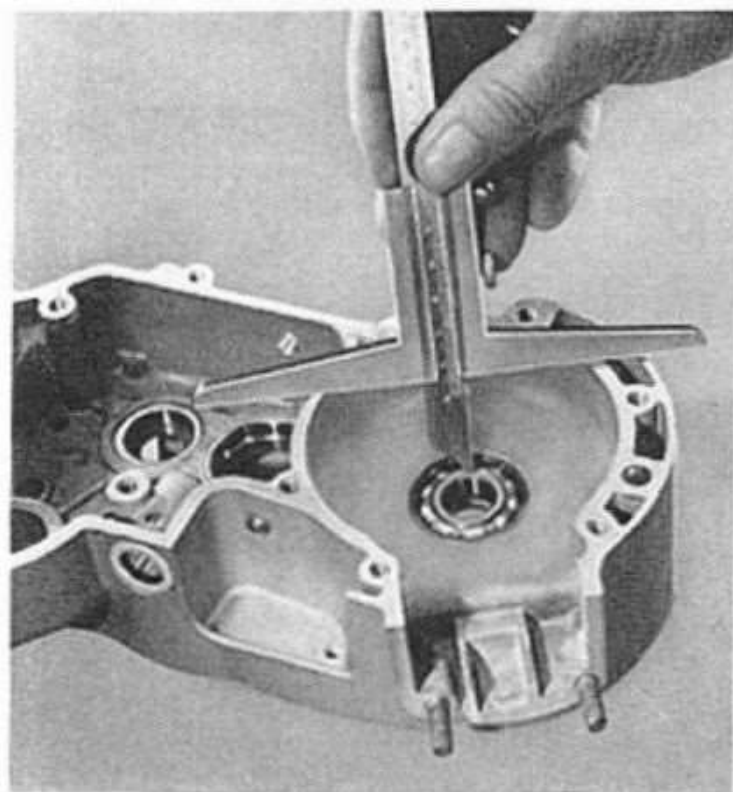

Bild 37
4.32 Ausmessen der beiden Gehäusehälften für den Einbau der Kurbelwelle. (Bild 37)